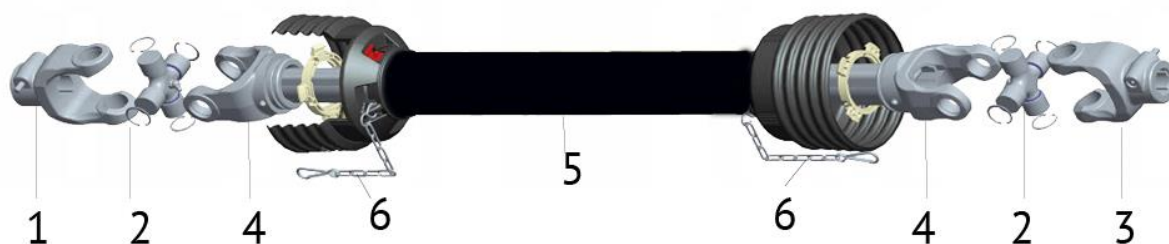

Рис. 1 Основные компоненты карданного вала
1.4 Основные компоненты карданного вала (Рис. 1)